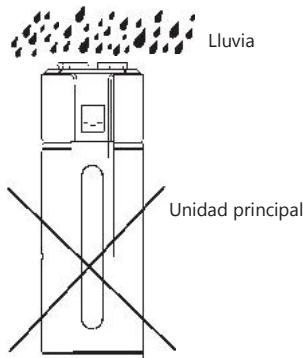

Fig.3-6
- Si llegara a entrar la lluvia hasta los componentes internos de la unidad, los componentes podrían dañarse o causar peligros físicos (Fig. 3-6)